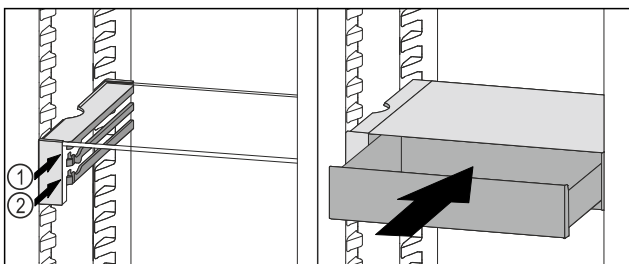

Fig. 114
- ▶ Встановити висувний ящик VarioSafe за стопорами на потрібне ребро Fig. 114 (1) або Fig. 114 (2).